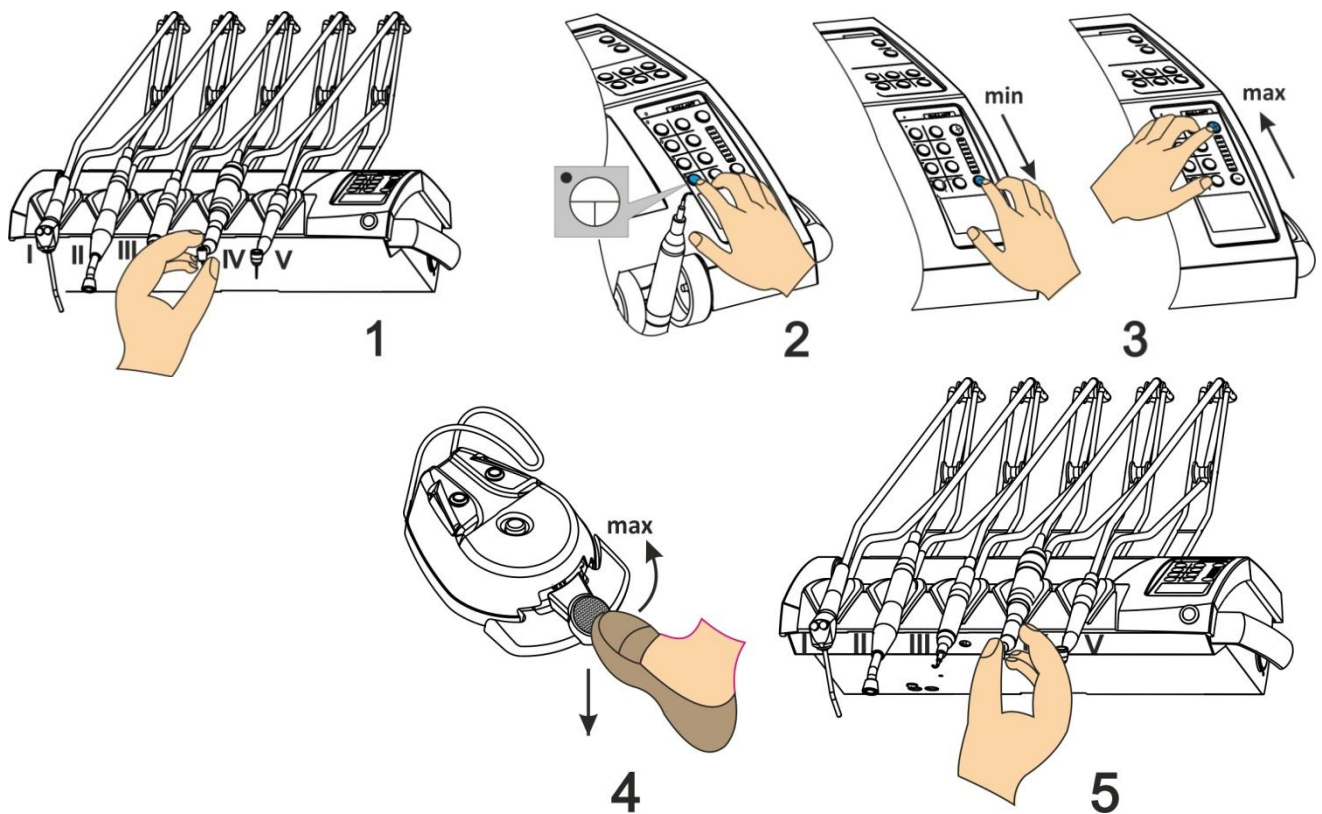

Рисунок 5.3.2.1 Настроювання частоти обертання мікромотора в режимі ЕНДО
1. Зніміть мікромотор з третього робочого місця блоку лікаря (див. Рисунок 5.3.2.1).